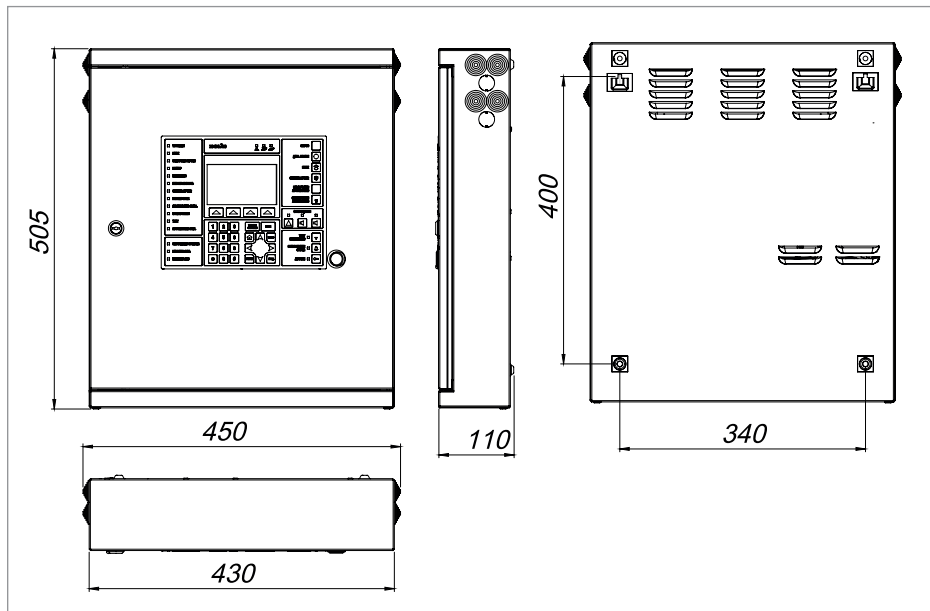

Рисунок 30. Габаритные и установочные размеры ППКУП «Сириус»
2. Просверлите 4 отверстия (для двух шурупов для навешивания прибора и еще двух – для фиксации к поверхности). Расположение отверстий, габаритные и установочные размеры приведены на Рисунок 30.